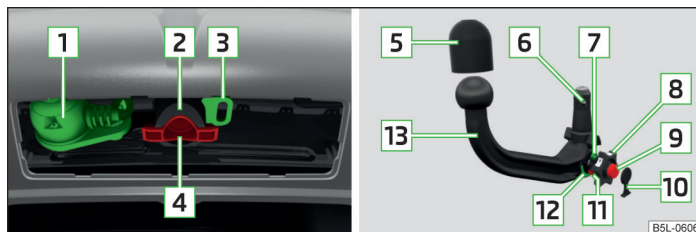

Fig. 126 Soporte del dispositivo de remolque/barra de cabeza esférica
Descripción de la imagen » fig. 126
- Extraiga la caperuza protectora de la cavidad de alojamiento **4** » fig. 126 de la página 163 hacia abajo.
- » Coloque la caperuza protectora para la cavidad de alojamiento **4** » fig. 126 de la página 163 » **4**.